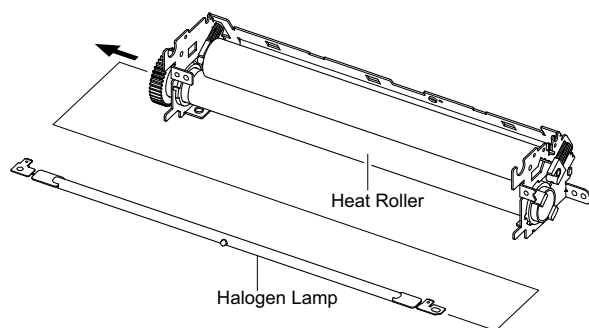

Рисунок 11
13. Открутите два винта, крепящие крышку "Cover-M", и снимите ее, рисунок 11.